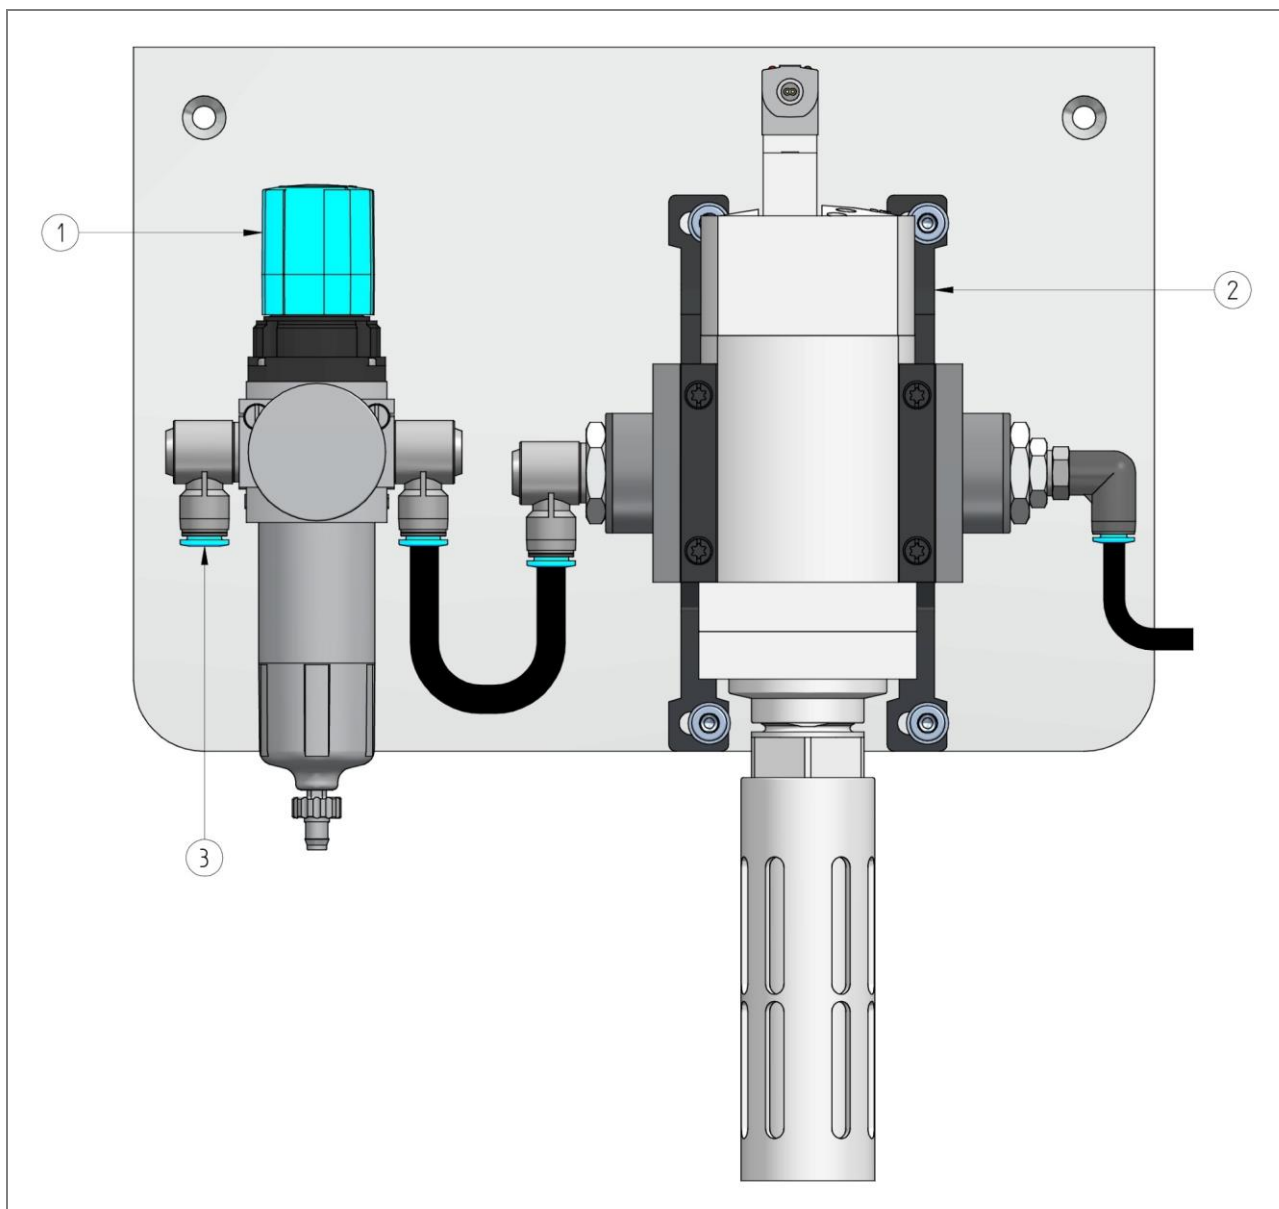

Abb. 6: Druckluft-Aufbereitungseinheit und Sicherheits-Ventil
- Der Druckluftanschluss für die Querschiebeeinheit ist die Eingangsseite des Druckregelventils (Abb.6, Pos.3).
- Bei elektrisch spannungsfreier Anlage ist die interne Druckluftleitung nur bis zum Anfahr- und Entlüftungsventil (Abb.6, Pos.2) geöffnet. Dadurch ist eine gefahrlose Druckluft-Beaufschlagung möglich, ohne dass die Querschiebeeinheit eine mechanische Bewegung ausführt.